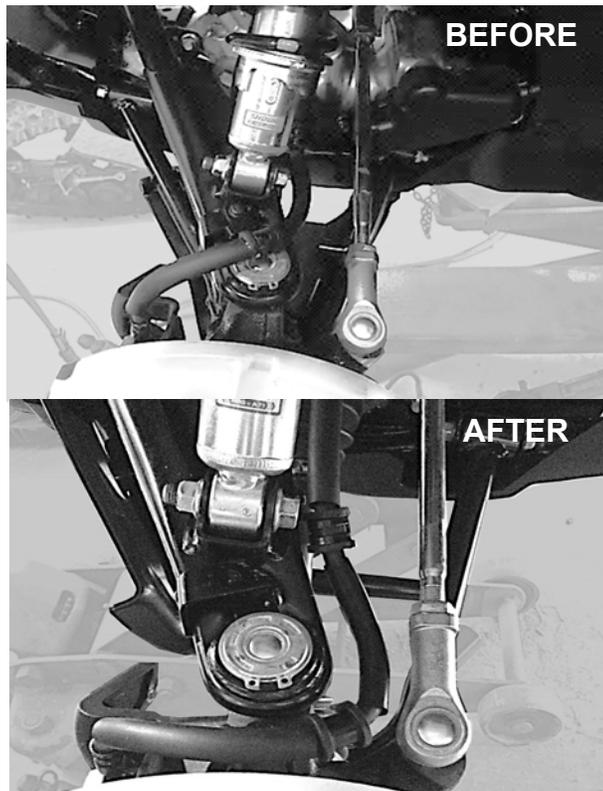

Fig. 17
7. Fig. 17 shows left side before and after repositioning of brake hose.
7. La Fig. 17 montre le côté gauche avant et après le repositionnement du boyau de frein.